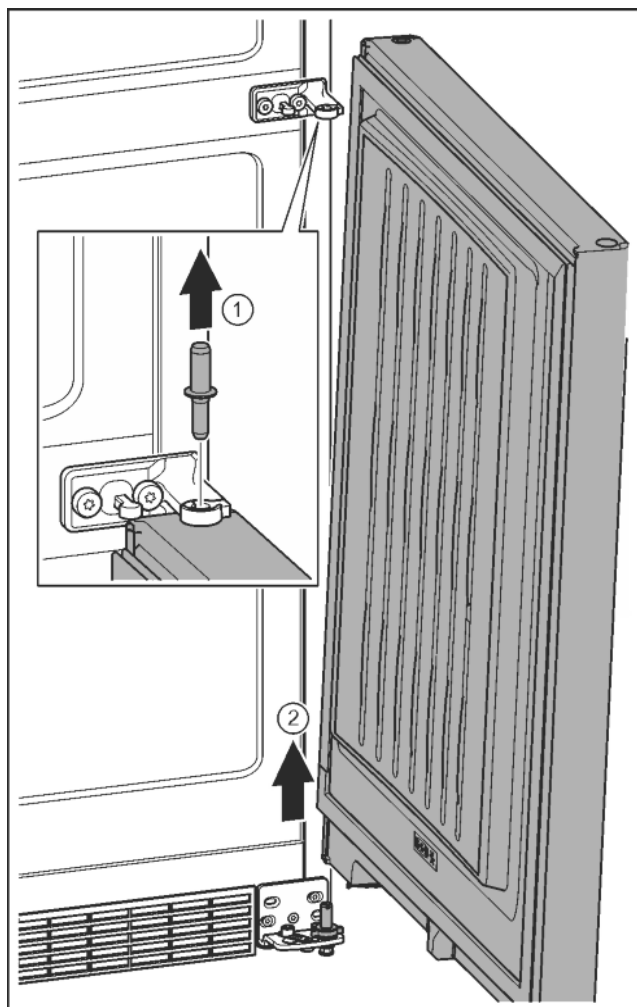

Fig. 11
- ▶ Swornie wyjąć w górę. Fig. 11 (1)
- ▶ Drzwi wyjąć pociągając w górę, a następnie odstawić z boku. Fig. 11 (2)